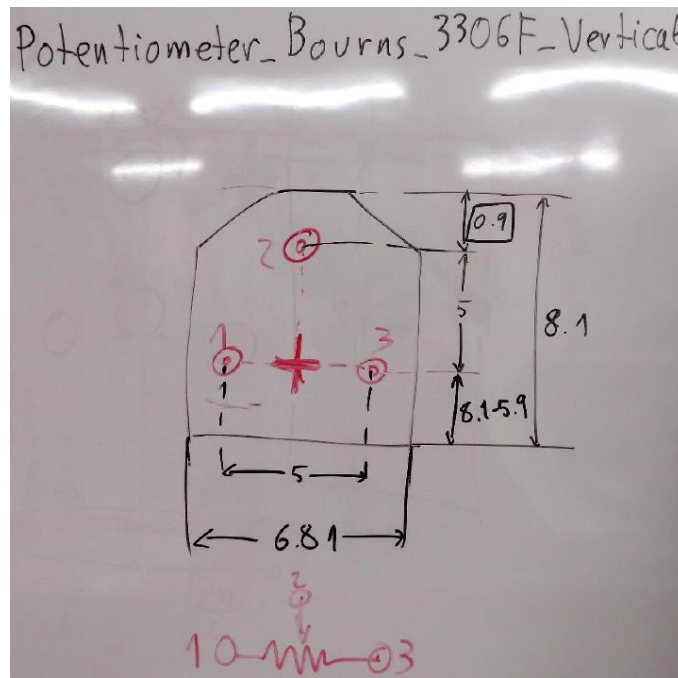

Figura 5.7: Dimensiones del potenciómetro BOURNS 3306F, que se deben tomar de referencia para crear su huella personalizadas en KiCad
- **Potenciómetro:** Modelo BOURNS 3306F. Su huella se muestra en la figura 5.7, cuyos agujeros son de 1.5 mm y cuyos pads son de 3 mm.
Lo primero que se debe hacer es crear y ubicar de forma correcta los pads del componente. Para ello, debe tenerse clara su posición relativa. **Tomando como referencia un punto de la huella, que en la figura 5.7 es el punto medio entre los pads 1 y 3**, deben definirse las coordenadas XY de los centros geométricos de cada pad. En base a las acotaciones de la figura 5.7, la tabla 5.1 muestra las coordenadas XY de cada uno de los tres pads del potenciómetro.
Por último, debe añadirse una capa de serigrafía que indique el contorno del potenciómetro, así como un rectángulo en la capa F.Courtyard que defina la superficie que ocupa, con un poco de margen. Esto se hace trazando líneas y rectángulos, usando las opciones de la columna derecha de la ventana y asegurándonos de estar seleccionando la capa correcta siempre que se dibuja. Las dimensiones y precisión de estas capas no son de vital importancia, pero es buena práctica regirse por las cotas indicadas en la figura 5.7 (o bien de la hoja de características del componente -o incluso medidas reales realizadas en el laboratorio sobre una unidad del componente-). Igualmente, es importante trazarlas lo mejor posible, de modo que aproximen bien el contorno físico del componente, con un margen de